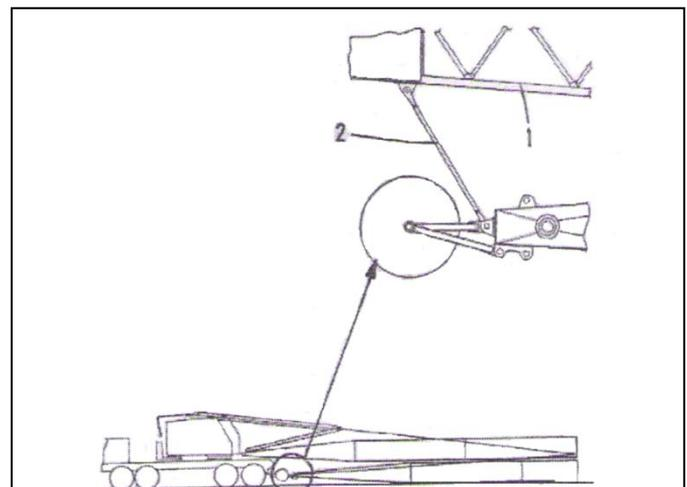

FIG. 13-29
- (g) Continuar bajando la pluma hasta que las secciones superior e inferior de la pluma se pueden conectar con la articulación de conexión. (Ver Fig. 13-29.)
- (h) Reposicionar las ruedas plegables para viajar como se muestra en Fig.13-29.